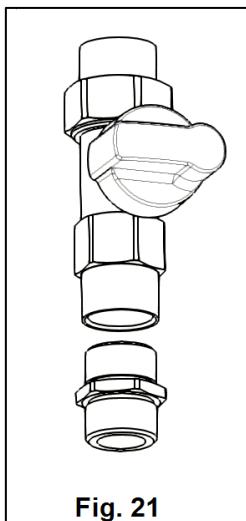
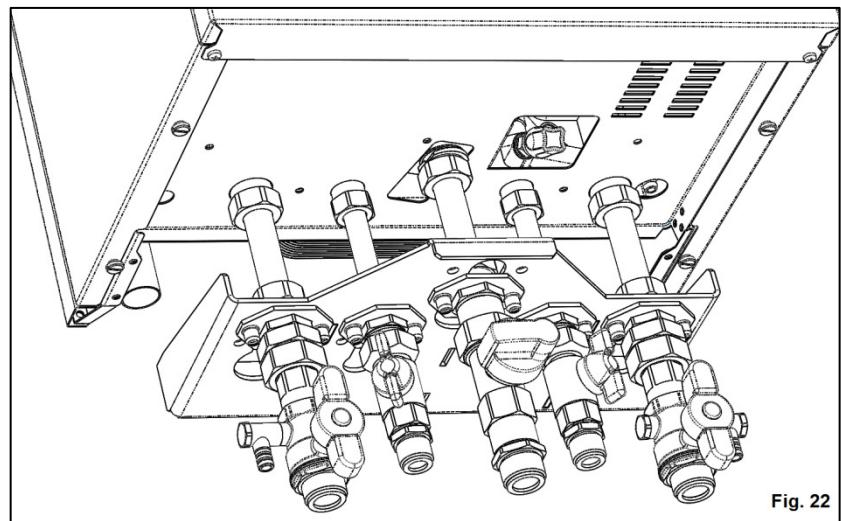

Fig. 21
Fig. 22
**15.** Pe corpul principal al robinetului de gaz N se ataseaza niplul S, etansarea asigurandu-se cu snur de canepa (Fig. 21). Ansamblul obtinut se monteaza pe unitate, prin intermediul conexiunii de tip olandez a robinetului N (Fig 22).